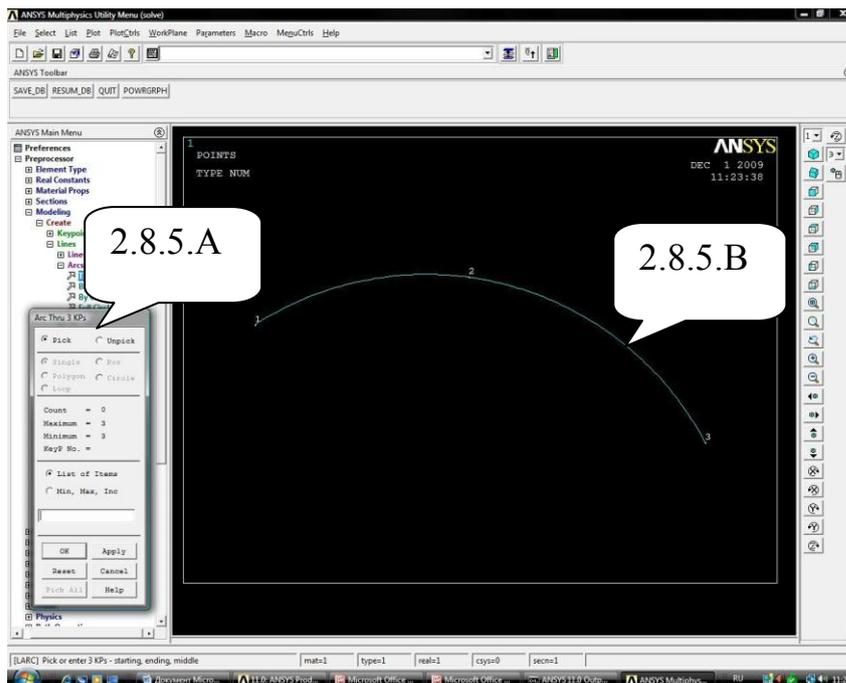

Рисунок 1.6 – Указания точек для построения дуги
2.8.3 Выберите курсором сначала крайние точки дуги (точки KP1 и KP3), затем – третью точку, определяющую радиус и положение дуги (точка KP2) (рисунок 1.6).